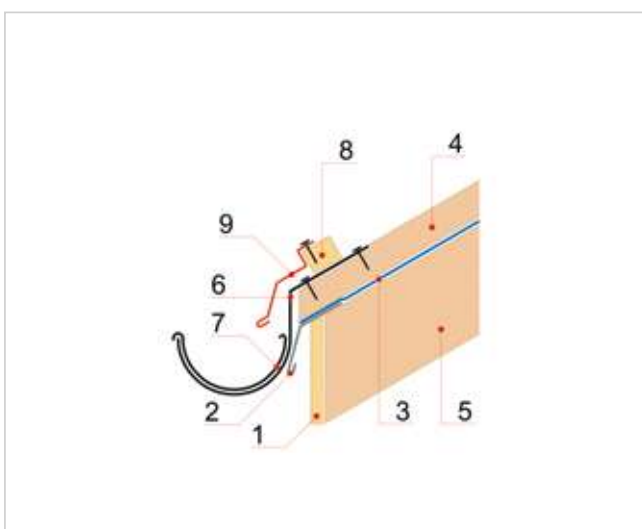

Рисунок 16
5.3.1 Карнизные планки ДЕКРА устанавливаются с нахлестом 100 мм и крепятся к нижним брусьям шаговой обрешетки с шагом 200 мм (Рисунок 16).